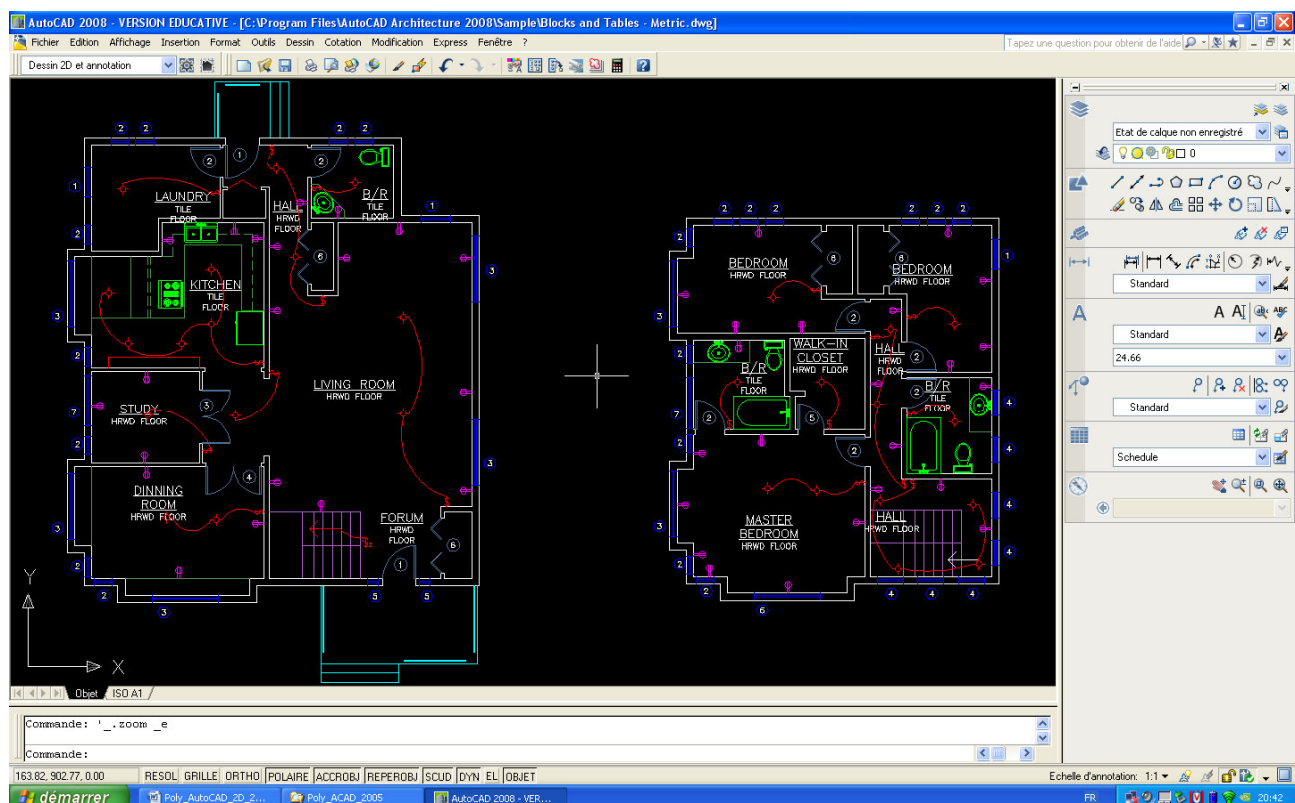

Figure 2 : Ecran AutoCAD 2008
1.4. L'écran AutoCAD (Cf. Figure 2)